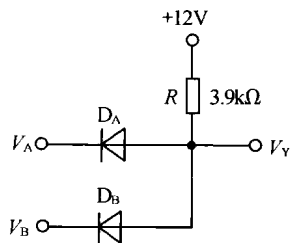

图 14.16
14.3.4 在图 14.16 所示电路中,试求:下列几种情况下输出端 Y 的电位 V_Y 及各元件(R , D_A, D_B)中通过的电流: